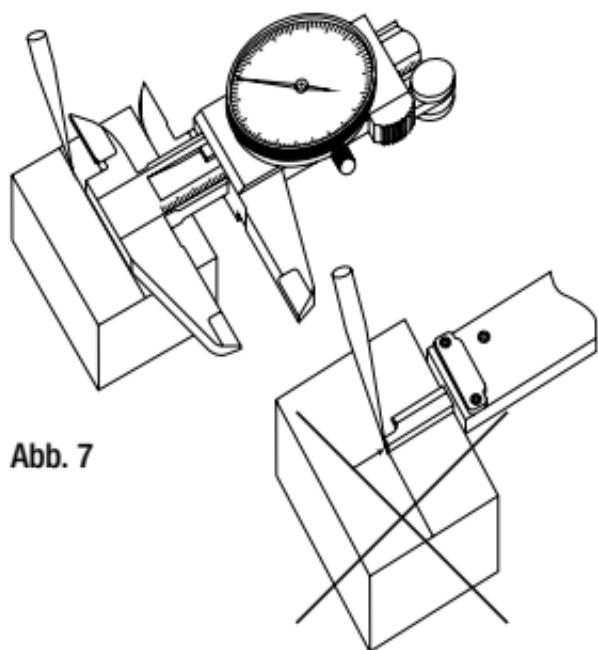

Abb. 7
- **Oberseite:** Die Referenzfläche (11) auf die Teilreferenz einstellen, den Schieber (5) zum gewählten Messwert schieben und arretieren; danach den Messwert abnehmen (Abb. 7).